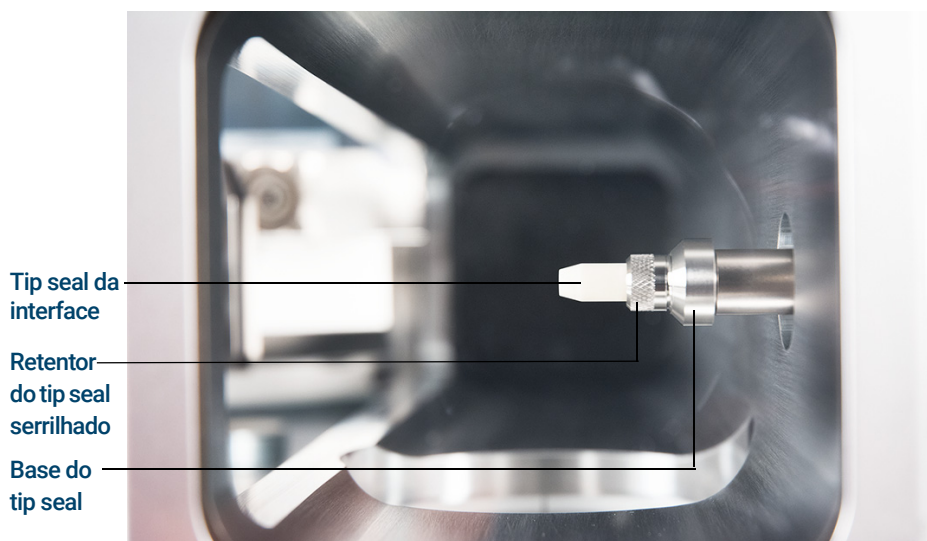

Figura 8. Tip seal da interface
- 1 Verifique se a fonte CI, a fonte de EI XTR ou HES está instalada. Esta vedação da ponta (tip seal) e sua mola não devem estar instalados quando uma fonte de SS ou uma fonte inerte de EI estiverem instaladas (Consulte a **Figura 8** na página 56).